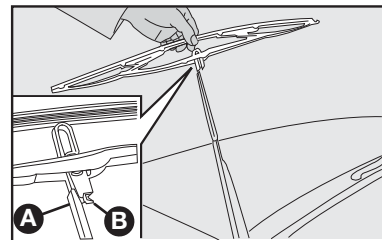

fig. 27
Substituição das palhetas do limpador do para-brisa – fig. 27
- 2) Tirar a palheta apertando a trava B – fig. 27 na haste A e simultaneamente empurrando-a para baixo, a seguir, desengatar a palheta da haste A.